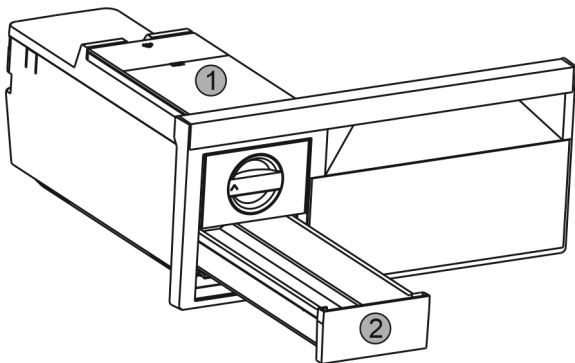

Fig. 46
- ▶ Vyjměte nádržku na vodu Fig. 46 (1) a zásuvku na kostky ledu Fig. 46 (2).